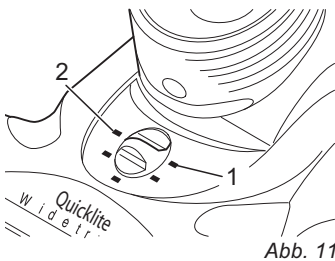
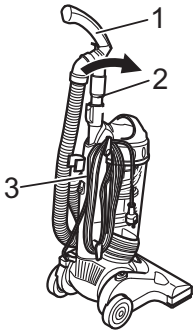

Abb. 11
Abb. 15
Für kurzflorigen Teppich, Hartboden, Laminat, Fliesen, PVC, etc. drehen Sie den Regler ganz nach rechts (Abb. 11/1).
Für langflorige Teppiche, Läufer, etc. drehen Sie den Regler ganz nach links (Abb. 11/2).
2. Stecken Sie ggf. das Teleskoprohr (Abb. 15/2) in die Teleskoprohrhalterung (Abb. 15/3) bis es deutlich vernehmbar einrastet.
3. Stellen Sie das Gerät in die Leerlaufstellung. Bewegen Sie dazu den Handgriff (Abb. 15/1) soweit nach vorn, bis er hörbar einrastet und drehen den Regler zur Florhöhenverstellung ganz nach rechts (Abb. 11/2).